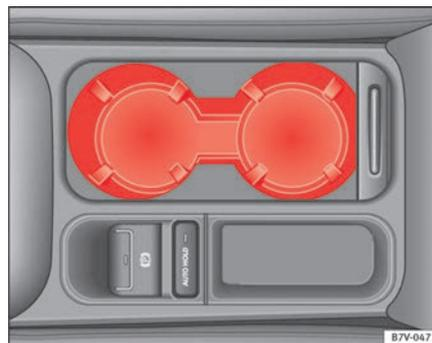

Abb. 122 Mittelkonsole vorn: Getränkehalter. ▶
- Zum *Öffnen* Abdeckung nach hinten schieben ⇒ **Abb. 122**.